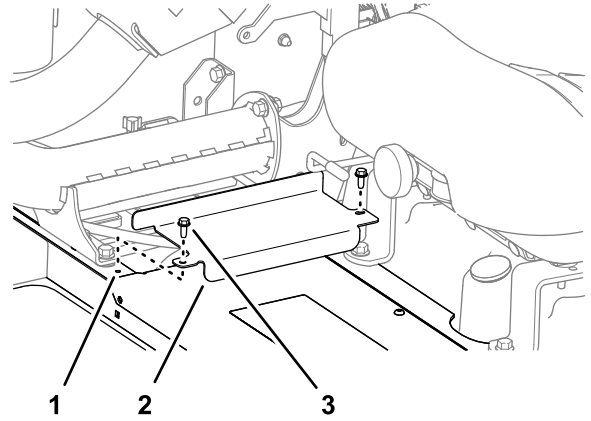

图 6
1. 卸下将内电池盖固定至机器机架的 2 个凸缘头螺栓 $\frac{1}{4} \times \frac{5}{8}$ 英寸图 6。
2. 从机器上卸下内电池盖图 6。